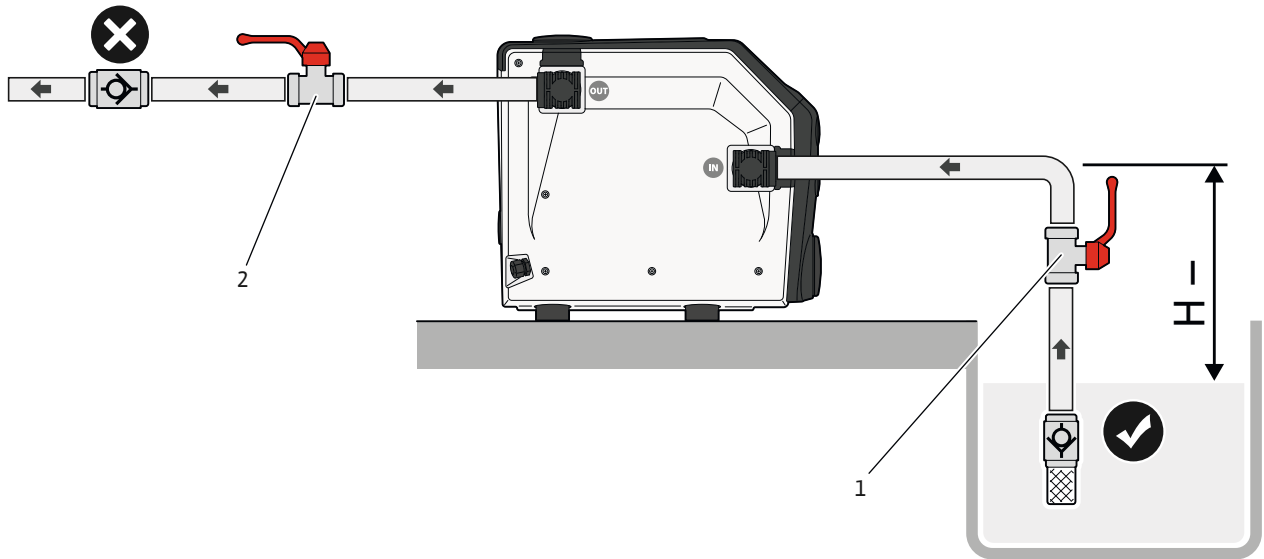

Fig. 7: وضع الشفط
1. أغلق صمام الإيقاف (Fig. 7 - الموضعان 1 و 2) على جانبي الشفط والطرء.